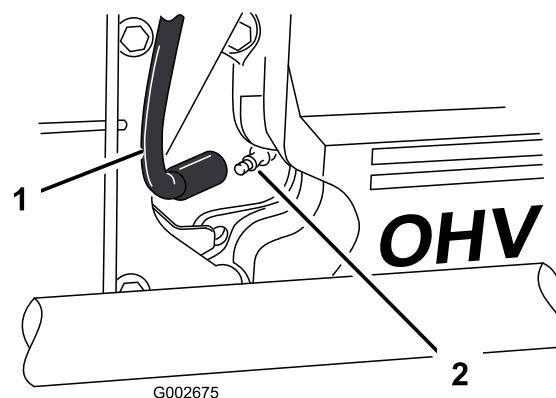

Figure 27
3. Débranchez les bougies (Figure 27). Nettoyez la surface autour des bougies pour éviter que des impuretés n'endommagent le moteur en tombant à l'intérieur.
3. Connectez les bougies (Figure 27).